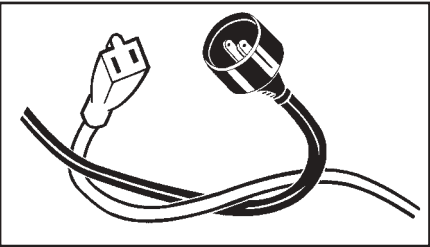

FIG. 5-1A
5. Secure the extension cord (A) to the power supply cord (B) as shown in Figure 5-1A.
5. Assujettir le prolongateur (A) au cordon d'alimentation (B) comme illustré à la Figure 5-1A.